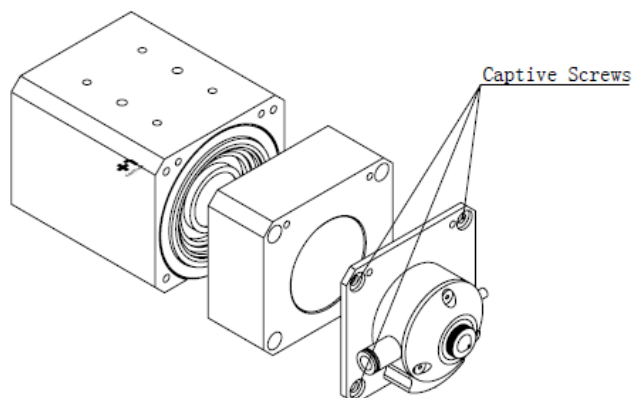

图 11 移除 WM 和 TM 组件
- 用 3mm 的内六角扳手将光纤准直镜上面的螺丝拧开如图 11 所示。将之放置在洁净场所。
- 如图 11 所示，从激光头下往上依次取出锁紧螺钉。